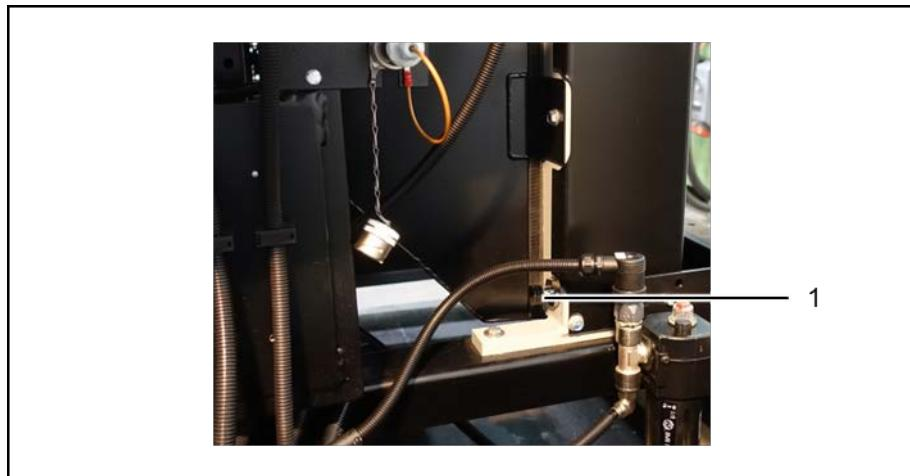

Рис. 24: слив охлаждающей жидкости
2. Подсоедините прилагающийся шланг к ниппелю (Рис. 24: поз. 1).